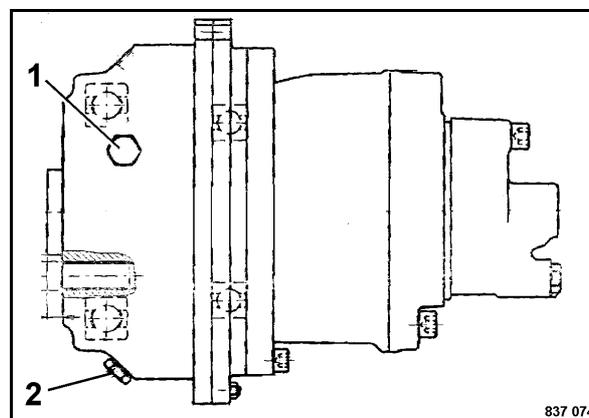

Fig. 174
- Spostare la ruota motrice in modo tale che il foro concordi con il tappo di controllo dell'olio laterale 1 (Fig. 174).